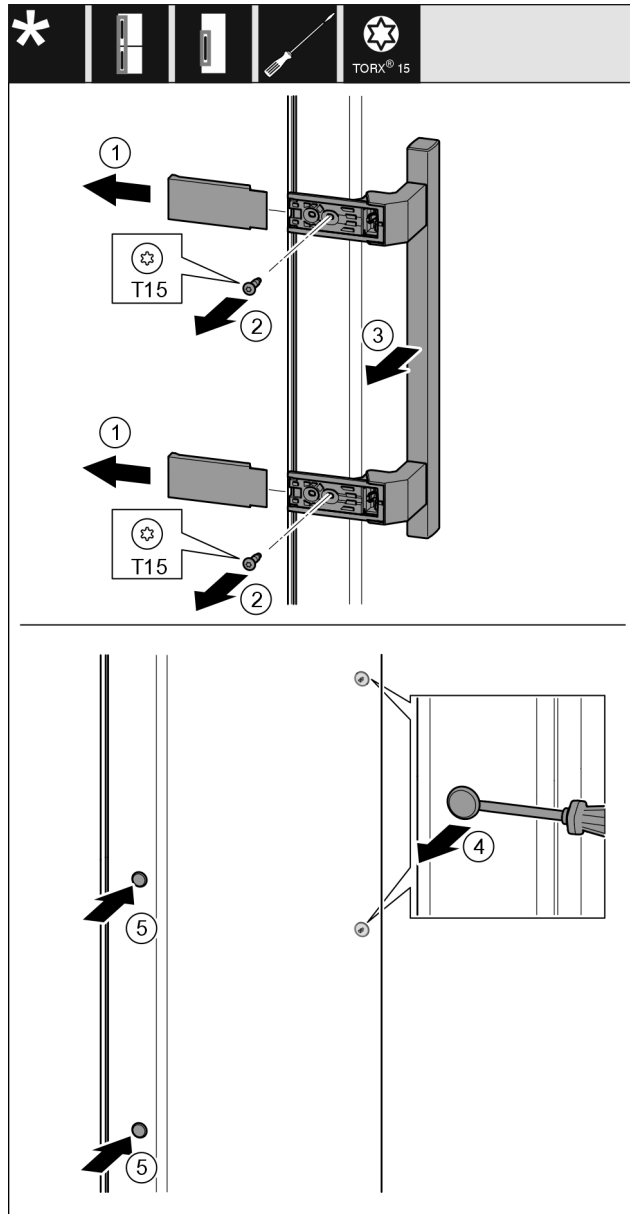

Fig. 34
- ▶ Снимите крышку Fig. 34 (1).
- ▶ Выкрутите винты Fig. 34 (2) отверткой.
- ▶ Снимите ручку Fig. 34 (3).
- ▶ Осторожно приподнимите шлицевой отверткой боковую заглушку Fig. 34 (4) и извлеките ее.
- ▶ Снова установите заглушку Fig. 34 (5) с другой стороны.